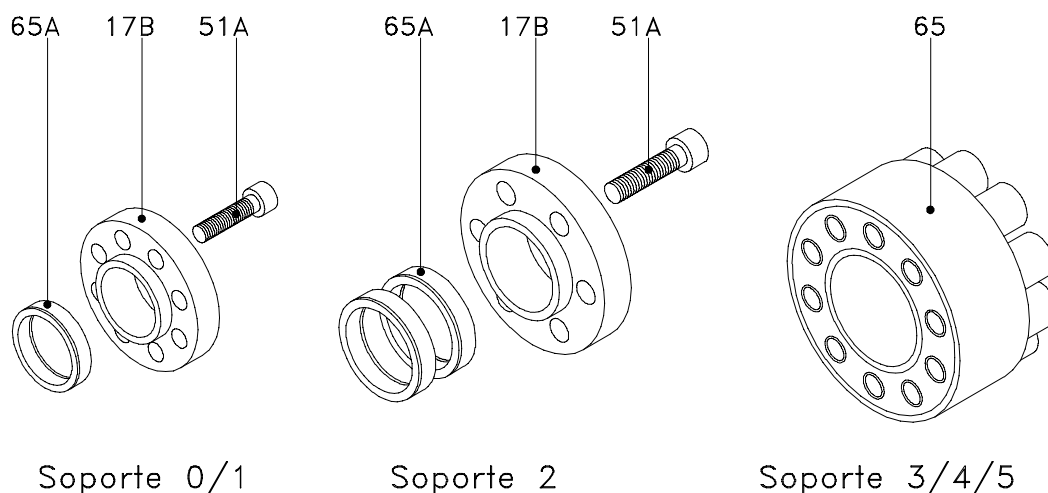

Figure 8.6 : mécanisme de fixation réglable
- Enlever les vis (51D / 52) avec lesquelles le couvercle des roulements est fixé (12) sur le support (06). Elles sont centrées l'une par rapport à l'autre par deux pions de centrage (56 / 56A).
- Dévisser les vis tendeur du mécanisme de fixation réglable pour l'engrenage conduit (19A), voir figure 8.6. En principe, le dispositif tendeur est de type auto-déclenchant. Il est maintenant possible de faire tourner l'arbre de transmission tout en pouvant immobiliser l'arbre conduit.